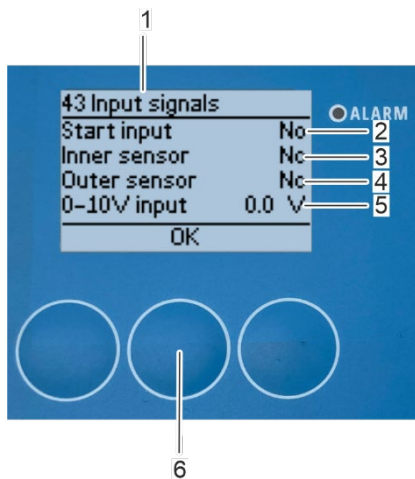
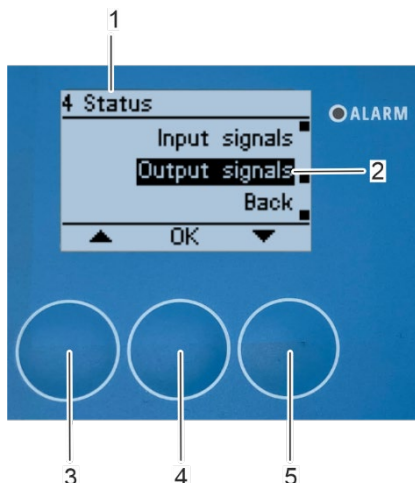

Abbildung 177: Untermenü „43 Eingabesignale“
Abbildung 178: Öffnen Untermenü „Ausgangssignale“
Die Eingangssignale „*Starteingang*“ (Abbildung 177/2), „*Innerer Sensor*“ (Abbildung 177/3) und „*äußerer Sensor*“ (Abbildung 177/4) zeigen „Ja“ an, wenn ein Eingangssignal vorhanden ist. Der „*0 - 10 V Eingang*“ (Abbildung 177/5) zeigt die aktuell anliegende Spannung in einem Bereich von 0 bis 10 V an.
3. Drücken Sie [OK] (Abbildung 177/6), um zum Untermenü „4 Status“ (Abbildung 178/1) zurückzukehren.
⇒ Das Untermenü „4 Status“ erscheint auf dem Bildschirm (Abbildung 178/1).
1. Wählen Sie das Untermenü „*Ausgangssignale*“ (Abbildung 178/2) mit den Pfeiltasten [nach oben] (Abbildung 178/3) und [nach unten] (Abbildung 178/5).
2. Bestätigen Sie die Auswahl mit [OK] (Abbildung 178/4).